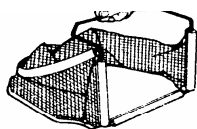

Fig. 10-2
3. Pas het stalen frame met de nylon zak (Fig.10-2)